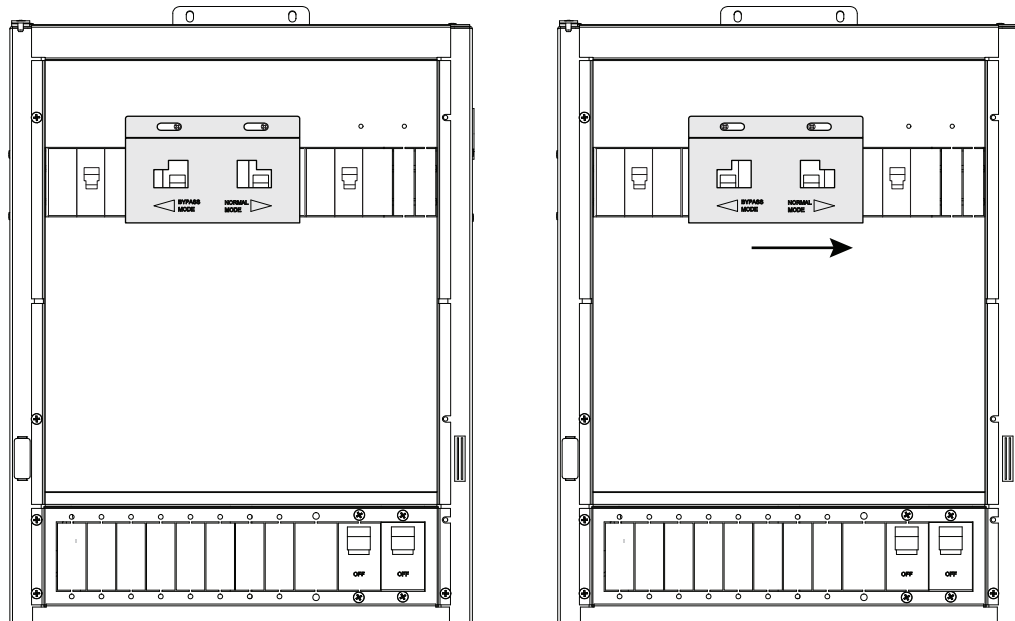

Figura 3-35 Instalación de la placa de enclavamiento de derivación trifásica diseñada a medida
2. Coloque la placa de enclavamiento de derivación sobre los interruptores, como se muestra en Figura 3-35, y fíjelo con los elementos suministrados.
3. Para establecerlo en posición Normal, deslice la placa de derivación hacia la derecha, como se muestra en Figura 3-35.